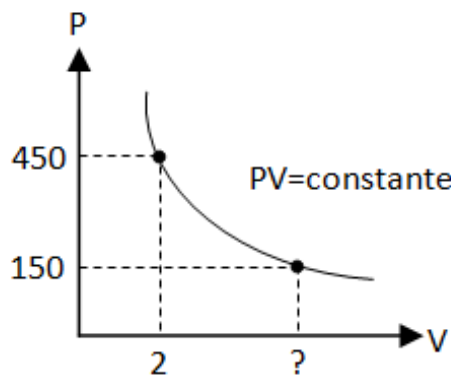

Figura 3: Expansión isotérmica del gas en el pistón.
- a) Calcule el trabajo desarrollado por el gas en una expansión isotérmica donde ahora el proceso se define como se muestra en la Figura 3.